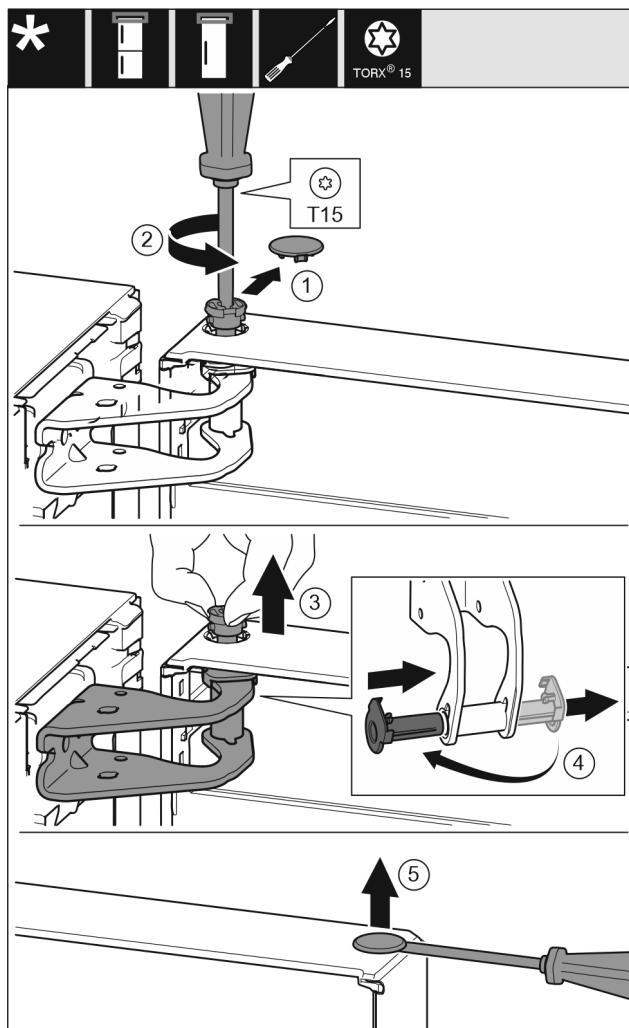

Fig. 7
► Desprindeți cu precauție apărătoarea siguranței. Fig. 7 (1)
► Extragăți puțin bolțul prin rotire cu șurubelnita T15. Fig. 7 (2)
► Tineți ferm ușa și extragați bolțul cu degetele. Fig. 7 (3)
► Extragăți cuzinetul din ghidaj. Introduceți din partea opusă și fixați în poziție. Fig. 7 (4)
► Ridicați cu precauție dopul din cuzinetul ușii cu o șurubelnită plată și extragați-l. Fig. 7 (5)